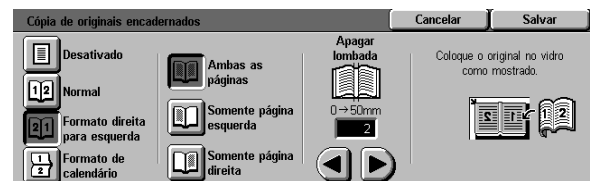

Figura 12: tela Cópia de livro com o ícone Formato direita para esquerda selecionado
- 2 Toque no ícone **Formato direita para esquerda**, como na Figura 12.